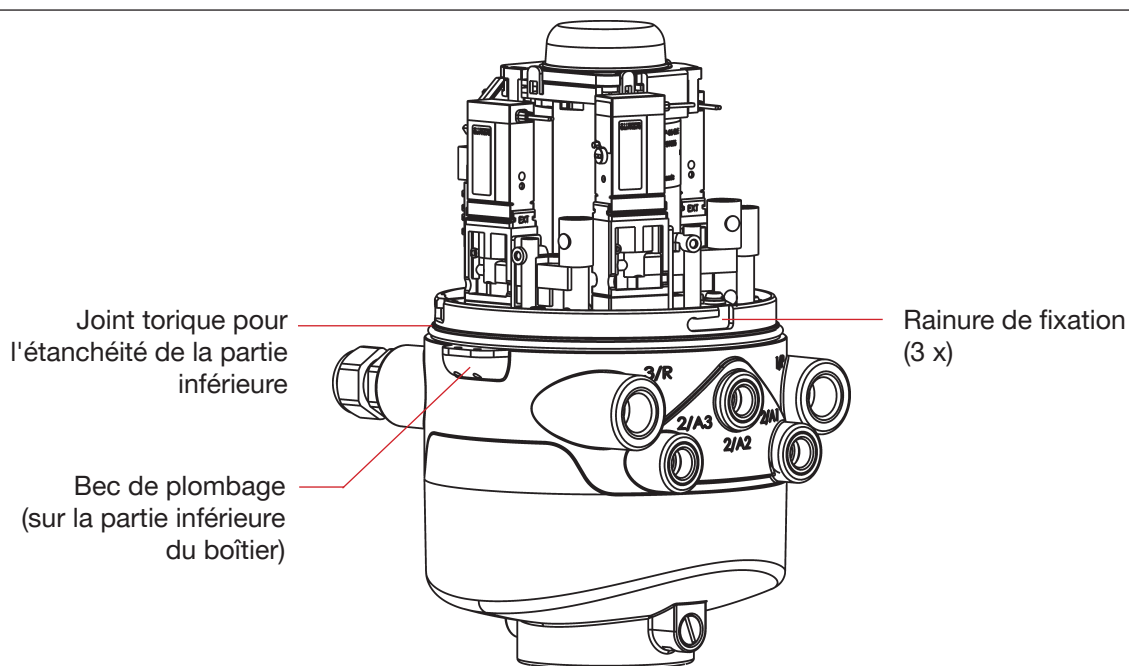

Fig. 11: Plombage et rainures de fixation
- Retirer le plombage, si le boîtier est sécurisé (voir « Fig. 11 »).
- Placer le capot plastique sur la partie inférieure de sorte que les « becs » intérieurs se trouvent au-dessus des rainures de fixation et que les becs de plombage extérieurs soient presque superposés. Enfoncer le capot entièrement par-dessus le joint (joint torique) de la partie inférieure – voir également « Fig. 11 ».